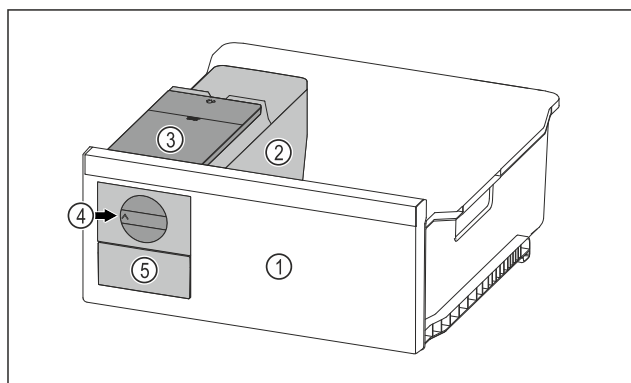

Fig. 77 Représentation à titre d'exemple
- Tourner le bouton rotatif *Fig. 77 (4)* dans le sens horaire jusqu'à la butée.
- ▷ Les glaçons tombent du bac à glaçons dans le tiroir à glaçons *Fig. 77 (5)*.